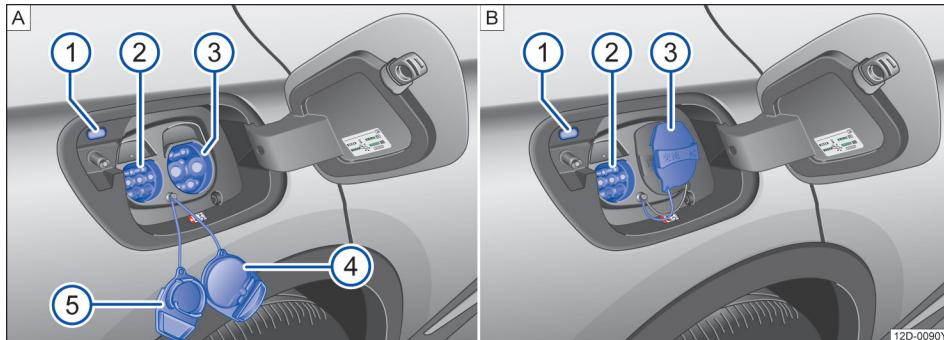

图 145 [A]. 充电插口 [B]. 充电口保护盖使用说明
→ 图 145 [A] 的图例:
- 在充电过程中，充电口保护盖请按照→图 145 [B] 方式使用。例如，使用交流电端口→图 145 [A] ② 充电时，请将交流充电口保护盖→图 145 [A] ⑤ 挂在直流充电口保护盖上→图 145 [A] ④。
- 若成功连接，则→图 145 ① 充电状态指示灯亮白色，组合仪表的显示屏中出现指示灯“”。
充电过程中，充电插口上的充电状态指示灯→图 145 [A] ① 间歇性亮起绿色。
- 点击信息娱乐系统屏幕中的功能按键 [结束充电]。充电插座上的充电过程指示灯亮起白色→图 145 [A] ①。
充电插口上的充电状态指示灯 → 图 145 [A] ① 显示充电过程的状态。